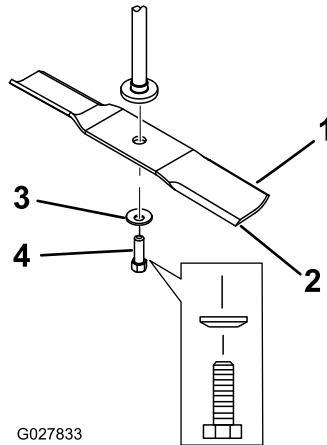

Figure 60
2. Enlevez de l'axe, le boulon, la rondelle bombée et la lame (Figure 60).
1. Placez la lame sur l'axe (Figure 60).
2. Posez la rondelle bombée (face concave vers la lame) et le boulon de lame (Figure 60).